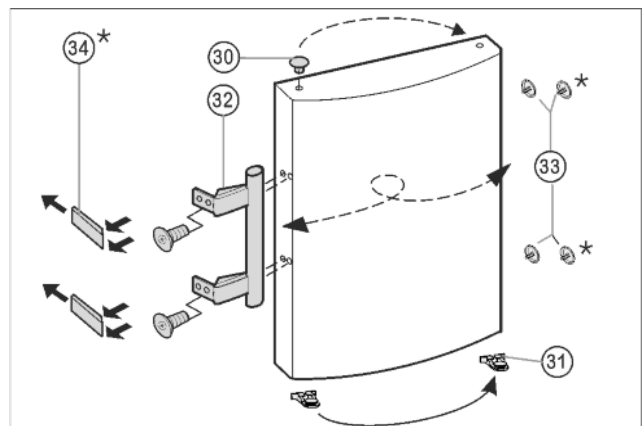

Fig. 9
- ▶ Haal Fig. 9 (30) de stop uit de deurlagerbus en plaats hem om.
- ▶ Demonteer deurgreep *Fig. 9 (32)*, stop *Fig. 9 (33)* en drukplaten* *Fig. 9 (34)* en monteer ze aan de tegenoverliggende kant.